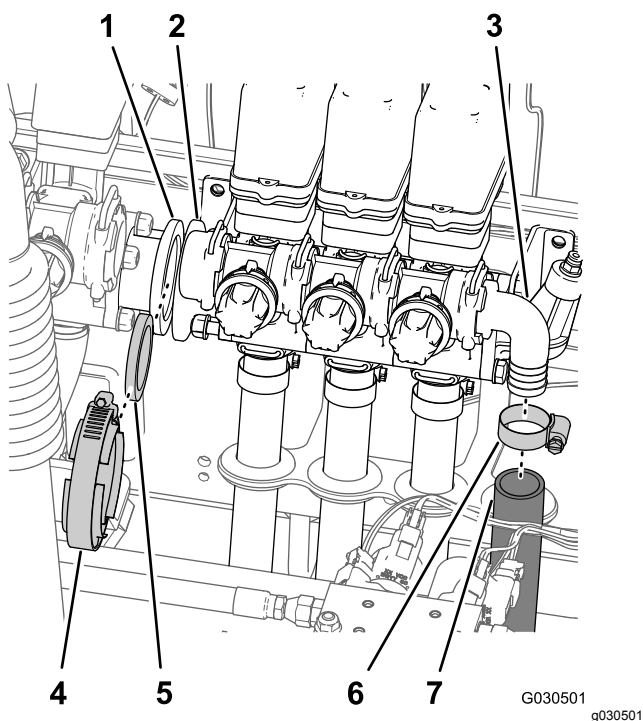

Figure 64
6. Retirez le collier qui fixe le flexible (diamètre intérieur 2,5 cm) au raccord coudé cannelé et débranchez le flexible du raccord (Figure 64).
7. Retirez le collier bride et le joint qui fixent l'adaptateur à bride sur la vanne d'agitation et l'adaptateur à bride sur la vanne de section de rampe gauche (Figure 64).